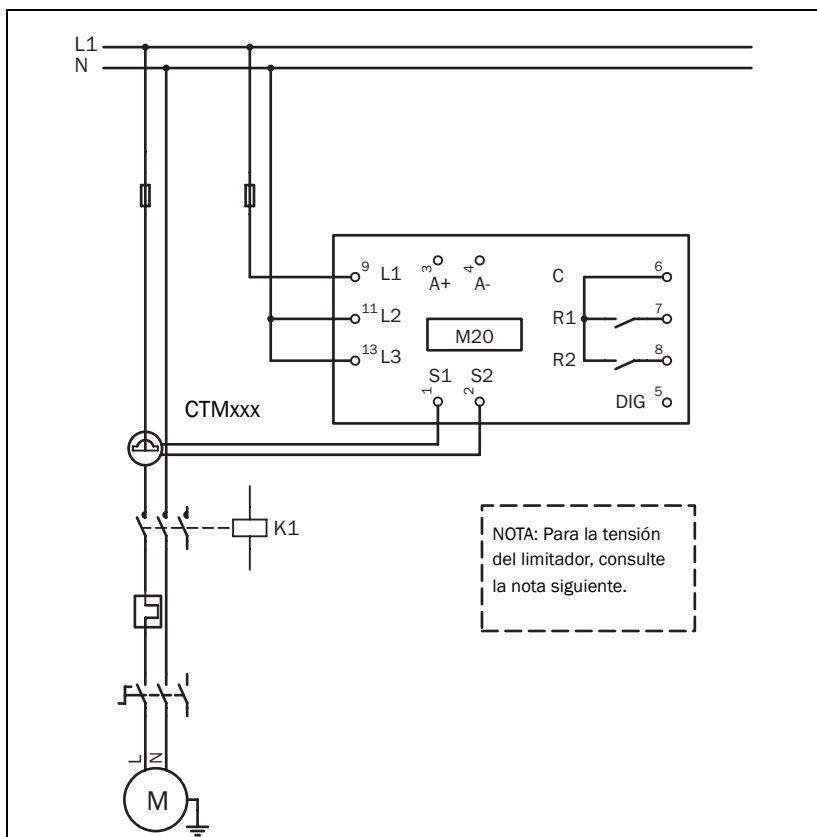

Figura 2 Ejemplo de conexión monofásica.
El esquema de cableado siguiente es un ejemplo de cómo se puede conectar el M20 para controlar el circuito de maniobra de un motor trifásico, Figura 1. Las conexiones a un motor monofásico se describen más adelante en este manual (Figura 2), al igual que los cambios que es preciso hacer en la configuración para aplicaciones de este tipo. La conexión predeterminada del M20 es trifásica.
2. Para una conexión monofásica, consulte la figura 2.
**NOTA: Si aplica la Figura 2, asegúrese de que el rango de tensión del limitador, por ejemplo 1x100-240 VCA, coincida con la tensión de "red - neutro" / del motor conectado, por ejemplo 1x230 V.**